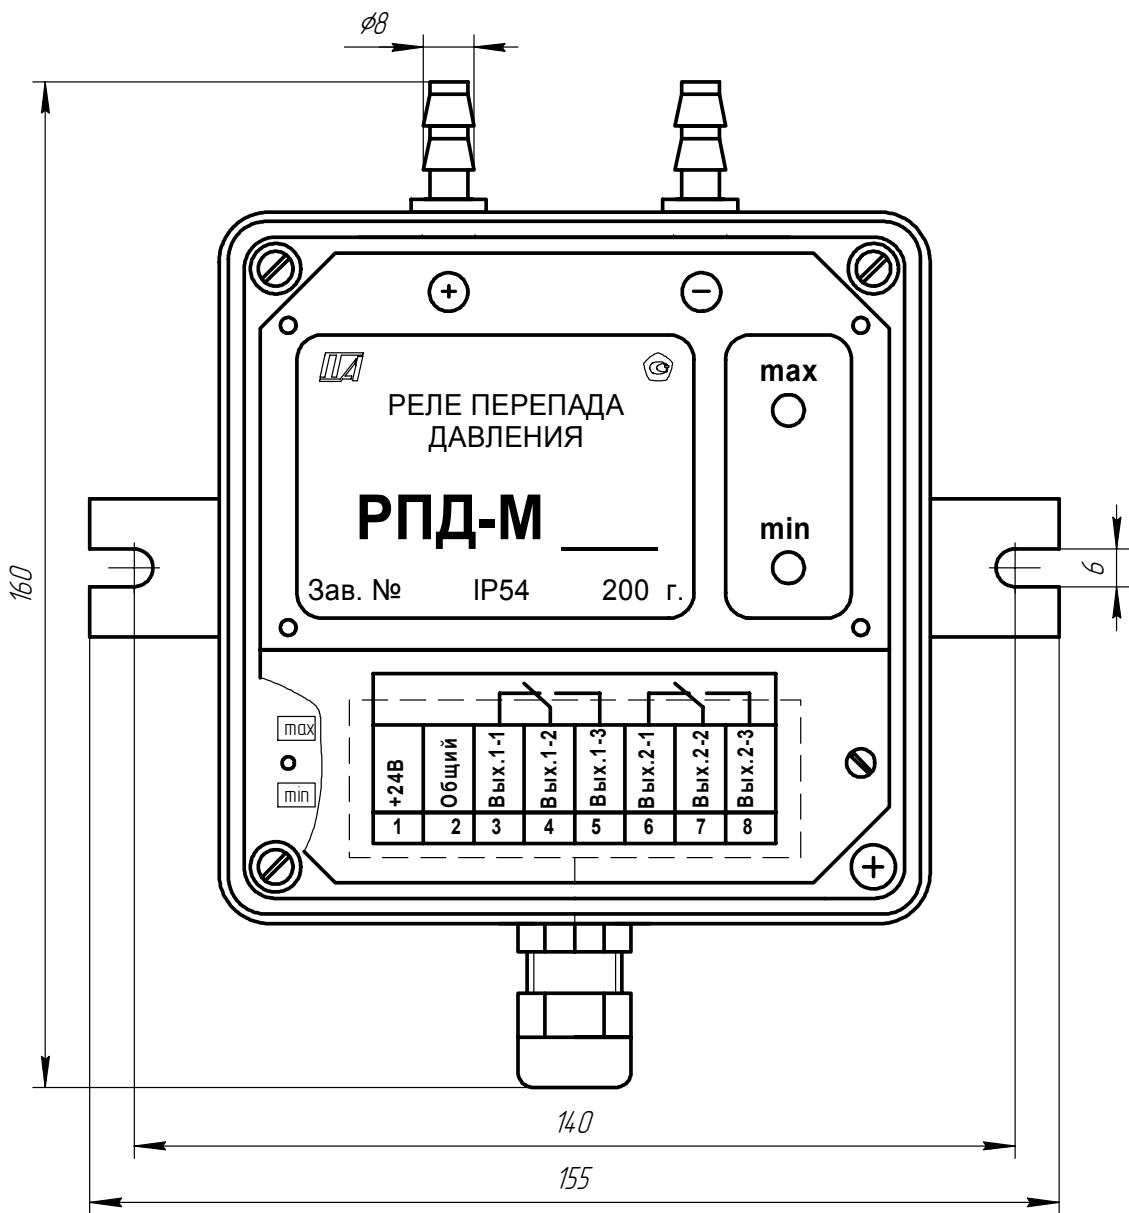
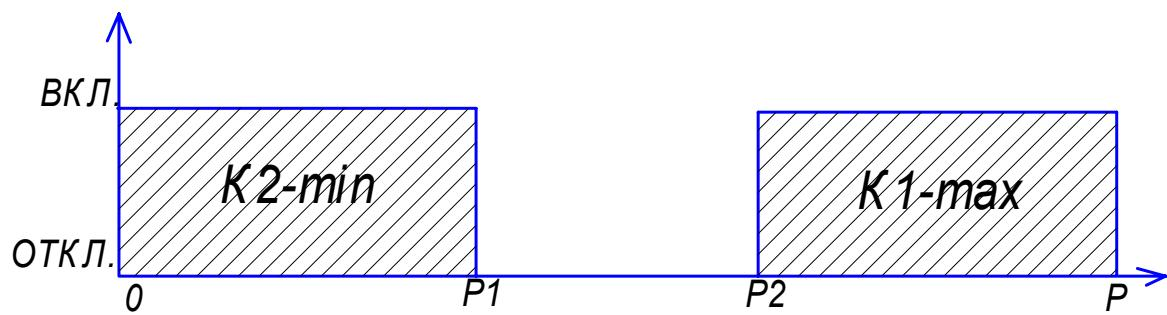

Рис.1. Общий вид реле перепада давления РПД-М-хх.
Рис.2. Диаграмма переключения выходных реле РПД-М-хх.
5.1. Общий вид реле РПД-М-хх представлен на рис. 1.
При обесточенном реле или при включенном питании состояние контактов соответствуют рис.1. при перепаде давления Р большем Р1 (уставка «min»), но меньше Р2 (уставка «max»). При уменьшении перепада до уставки Р1 (уставка «min») включается реле K2, при увеличении перепада до уставки Р2 (уставка «max») включается реле K1. Состояние выходных реле при изменении перепада давления Р сведены в таблицу 5.1. и показаны на диаграмме (см.рис.2).
9.3.1. Собрать рабочее место согласно рис. 4 , снять крышку ; отвинтив 2 винта (см.рис.1) и подключить контакты колодки XT1 реле согласно схеме проверки: